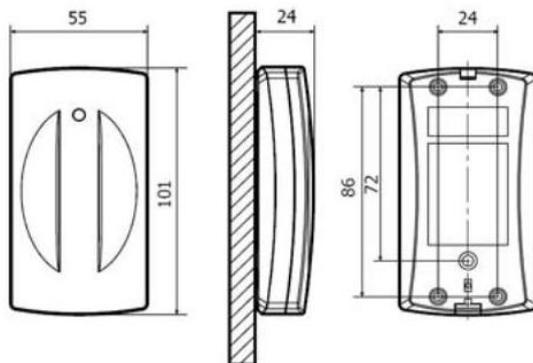

Рис.4 Габаритные размеры (мм).
1. Разметить крепежные отверстия в соответствии с рис. 4;
- снять крышку (см. рис 3) и закрепить СК (5).